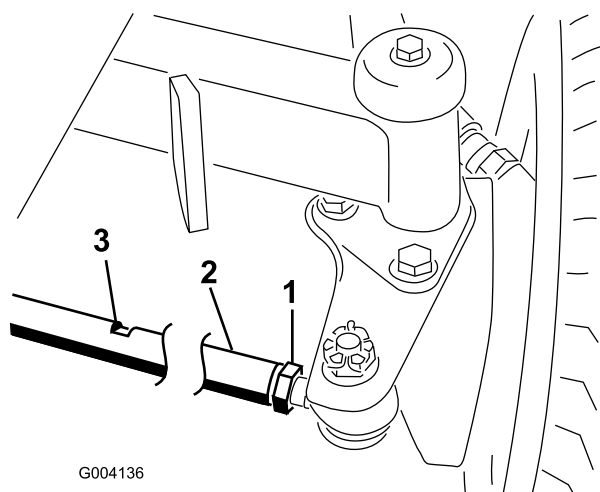

Bild 48
2. Lösen Sie die Klemmmutter an jedem Ende der Zugstange (Bild 48).